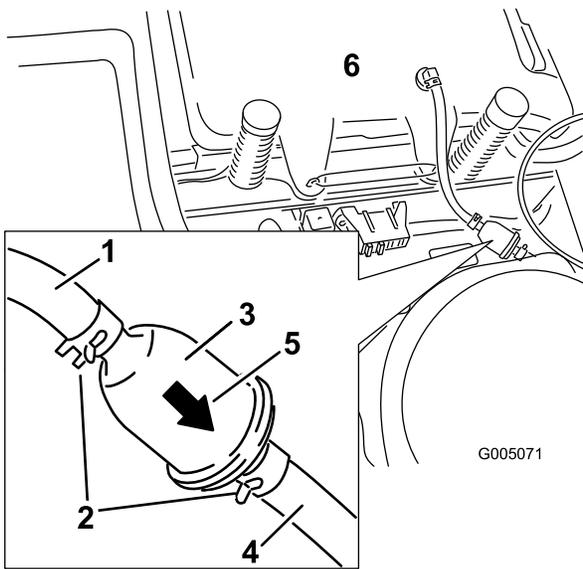

Bild 30
4. Drücken Sie die Enden der Schlauchklemmen zusammen und schieben Sie sie vom Filter weg (Bild 30).
6. Setzen Sie einen neuen Filter ein. Der Pfeil für die Flussrichtung muss vom Kraftstofftank zum Motor zeigen. Schieben Sie die Schlauchklemmen eng an den Filter (Bild 30), um ihn zu befestigen.